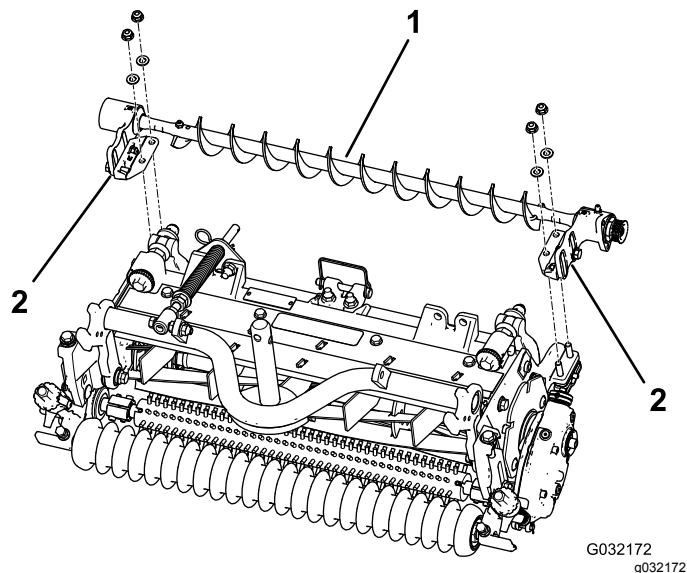

Figure 4
5. Placez les supports de montage de brosse de rouleau gauche et droite sur les boulons de supports (Figure 4).